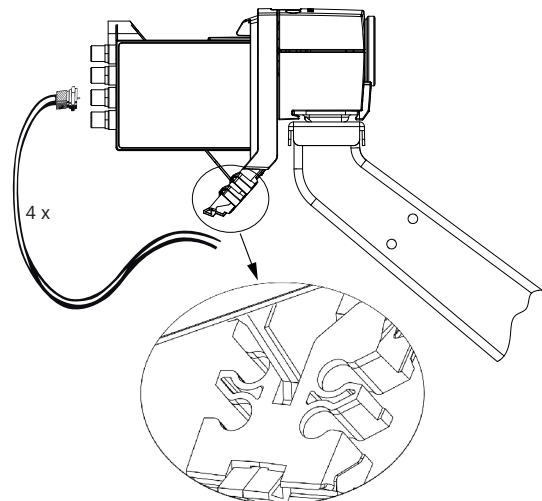

Abb. 5: Kabel montieren
4. Angeschlossene Kabel nach vorne führen und seitlich in den Kabelhalter (siehe Vergrößerung in Abb. 5) eindrücken.
5. Haube aufschieben, bis sie in die Nut eintaucht und im unteren Bereich einrastet. Innensechskant-Schraube (S) festziehen.